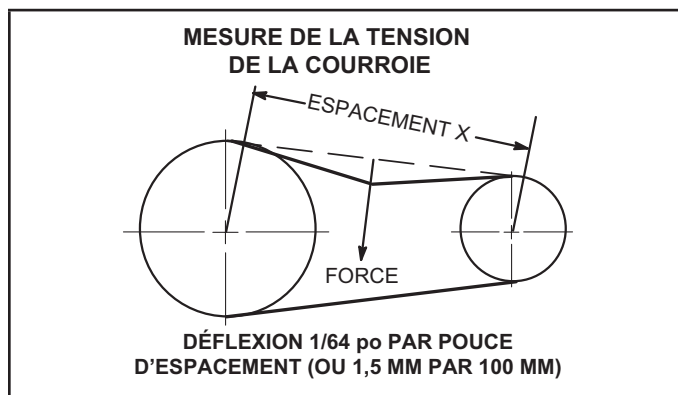

FIGURE 25
- 1 - Mesurez l'espacement X. Reportez-vous à la FIGURE 25.
- 2 - Appliquez une force perpendiculaire au centre de l'espacement (X) avec une pression suffisante pour faire fléchir la courroie de 1/64 po par pouce d'espacement ou 1,5 mm par 100 mm d'espacement.